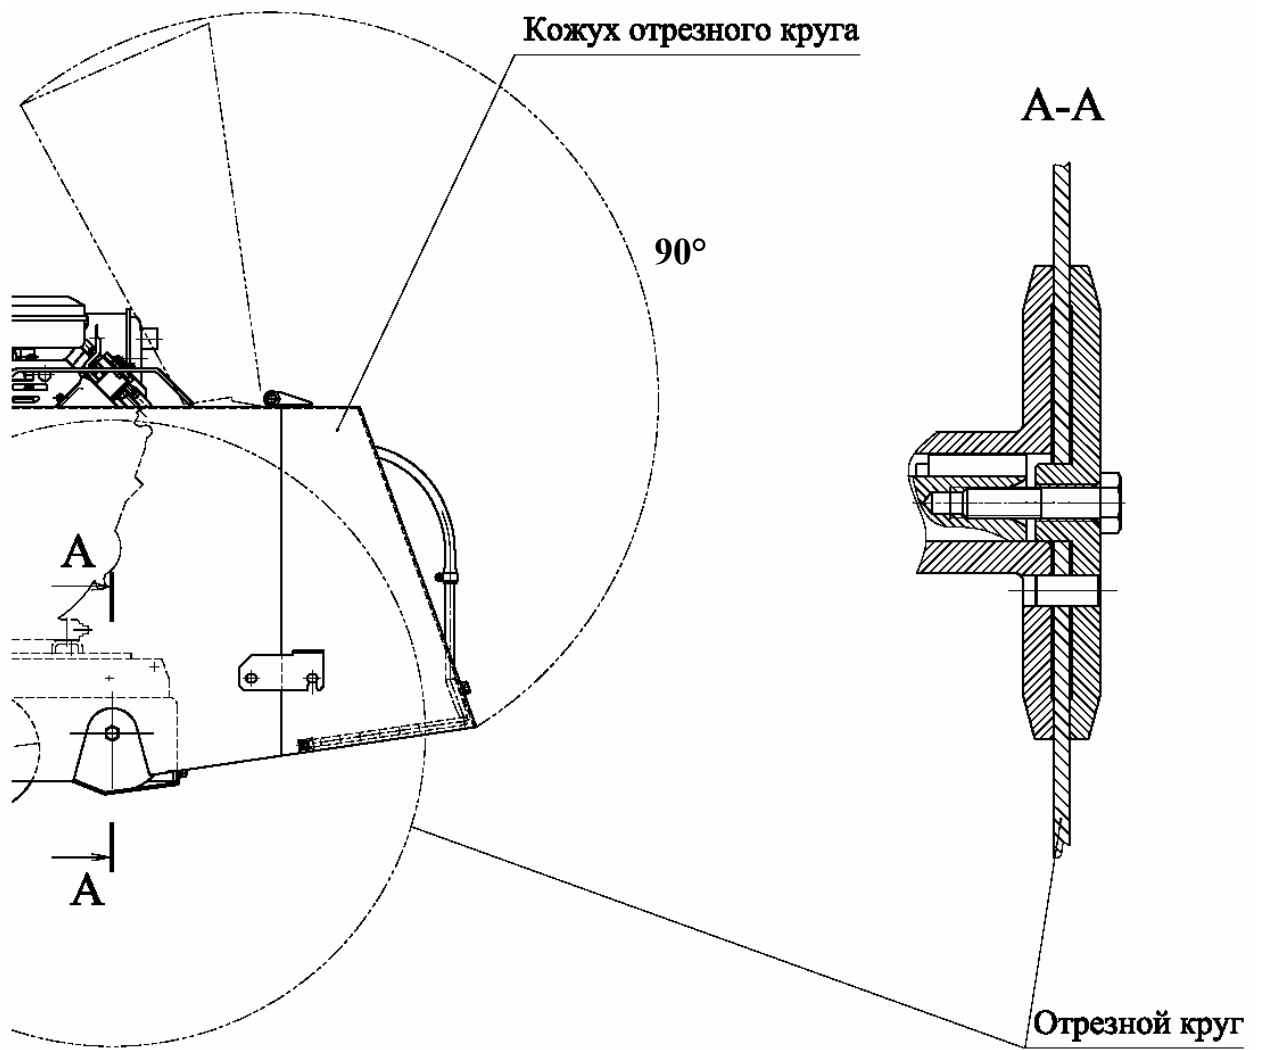

Рис. 6 Установка отрезного круга.
- Установите отрезной круг (см. рис. 6). Передняя часть кожуха отрезного круга откидывается, что позволяет устанавливать инструмент, не снимая сам кожух. Убедитесь, что круг установлен на посадочном месте без люфта и направление вращения, указанное на круге, совпадает с направлением вращения шпинделя.
- Откиньте переднюю часть кожуха (см. рис. 6).